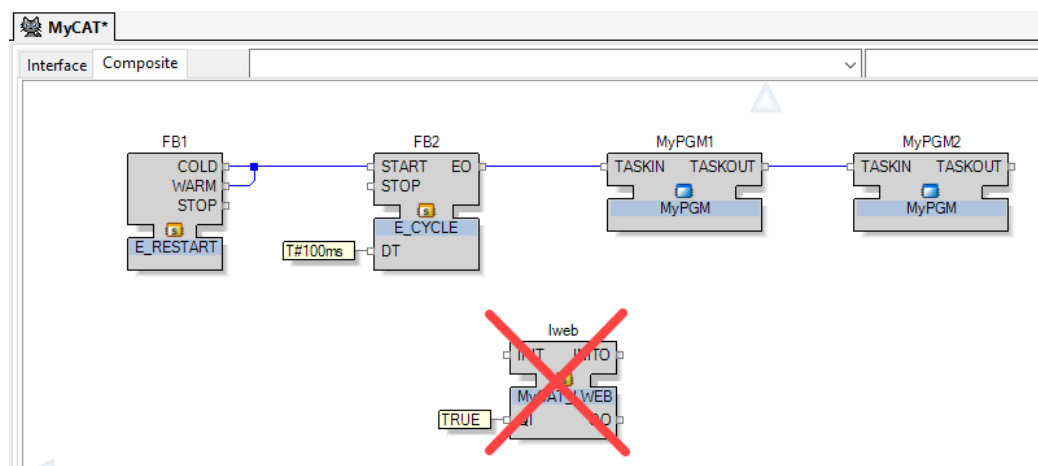

Abbildung 60: Einbetten des 61131-Programms in einen 61499 CAT.
13. Verbinden Sie die COLD- und WARM-Restart-Ausgänge mit dem START-Eingang per Drag-and-Drop zwischen den Funktionsblöcken, wie in Abbildung 60 dargestellt.